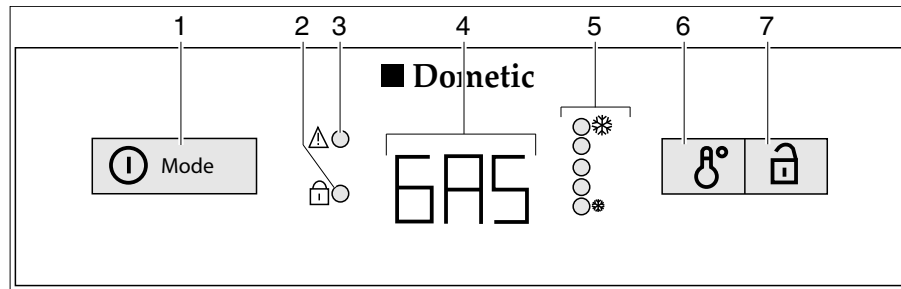

Bild 135 Bedienelemente für den Kühlschrank (Dometic 8er-Reihe mit AES)
Bei Störungen blinkt die Anzeige-LED Störung "▲" (Bild 135,3).
Wenn die 230-V-Versorgung **nicht** angeschlossen und der Fahrzeugmotor **ausgeschaltet** ist, wählt das AES die Gasversorgung. Beim Anwählen des Gasbetriebs wird die Zündsicherung automatisch geöffnet, so dass Gas zum Brenner strömen kann. Gleichzeitig wird der elektronische Zünder eingeschaltet. Erlischt die Gasflamme, z. B. durch einen Luftzug, wird der Zünder sofort aktiviert und zündet das Gas wieder an. Bei Störung im Gasbetrieb blinkt in der Betriebsanzeige (Bild 135,4) der Text "GAS".
Nach dem Einschalten wählt der Kühlschrank automatisch die mittlere Thermostateinstellung. Diese Einstellung kann manuell mit dem Schalter für die Temperatureinstellung (Bild 135,6) nachgeregelt werden. Die Anzeige-LEDs (Bild 135,5) zeigen die gewählte Thermostateinstellung an. Mit dem Schalter wird die Kühltemperatur für alle drei Energiearten eingestellt. Es dauert einige Stunden, bis der Kühlschrank die normale Betriebstemperatur erreicht hat. Beim Umschalten der Betriebsart wird die Thermostateinstellung beibehalten. Die Kühltemperatur wird unabhängig von der Energieart beibehalten.
- Den Einschalter/Energie-Wahlschalter (Bild 135,1) 2 Sekunden lang drücken, um das Gerät einzuschalten. Die zuletzt gewählte Betriebsart wird in der Betriebsanzeige (Bild 135,4) angezeigt.
- Mit dem Einschalter/Energie-Wahlschalter (Bild 135,1) die Energieart wählen.
- Die Kühltemperatur am Schalter für Temperatureinstellung (Bild 135,6) einstellen. Die Anzeige-LEDs (Bild 135,5) zeigen die gewählte Thermostat-Einstellung.
- Den Einschalter/Energie-Wahlschalter (Bild 135,1) 2 Sekunden lang drücken. Alle Anzeigen erlöschen.